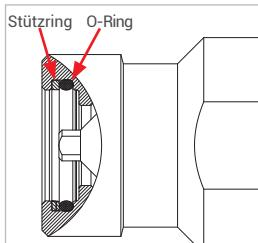

Abbildung 10
- ▶ Kontrollieren Sie vor dem Einsetzen des Nippeleinsatzes (Pos. 7) die beiden Dichtelemente (O-Ring und Stützring, Abbildung 10) auf korrekte Einbaurichtung, richtigen Sitz und Beschädigung. Sollten die Dichtungen beschädigt oder ähnliches sein, tauschen Sie die Dichtungen aus. Beachten Sie hierzu das Kapitel 8.4.1 Austausch der Dichtelemente im Nippeleinsatz (Pos. 7) auf Seite 55.